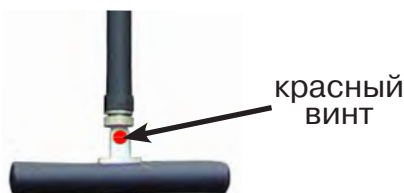

Рис. 8.4
По направлению «стрелки» можно отличить «свой» сигнал от «чужого», поскольку направление тока в «своей» коммуникации противоположно «перенаведенным» токам, протекающим по «чужим» коммуникациям. Направление сигнала - вперед  является условным понятием и «назначается» оператором для данного положения датчика относительно данной трассы, которое фиксируется оператором по метке в виде красного винта (рис. 8.4), расположенной на одной из сторон датчика ЭМД-247.
4. «Назначение» производится нажатием кнопки **f** при расположении датчика точно над «выделенной» коммуникацией, считающейся «своей». После этого указатель направления сигнала приобретает вид - . При переходе на «чужую» коммуникацию с другим «направлением сигнала» (или при изменении положения датчика на «обратное») раздастся звук и стрелка покажет «направление сигнала - назад » (рис. 8.4)
Методика: Производя трассировку с применением ЭМД на низкой активной частоте (512Гц / 1024Гц) (**см. раздел активный трассопоиск**), наблюдать за уровнем сигнала. Локальное повышение и резкое уменьшение уровня указывают на вероятность наличия дефекта изоляции. (**рис. 8.4**) При этом величина сигнала может меняться по различным причинам: положение датчика, глубина залегания кабеля, наличие мешающих конструкций, поэтому таким методом можно обнаружить лишь «низкоомные» дефекты сопротивлением менее 1кОм.